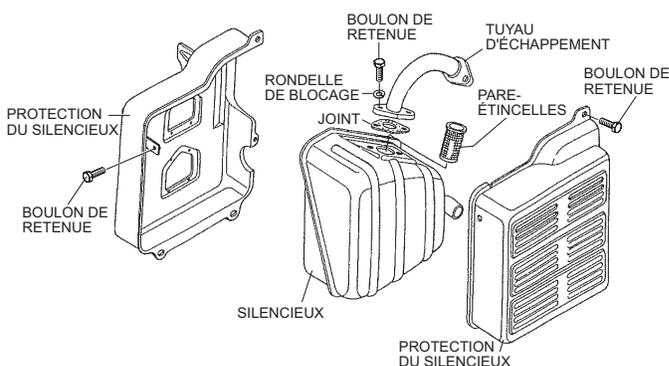

Figure 25. Démontage du pare-étincelles
1. Retirer les boulons qui retiennent la protection du silencieux (Figure 25), puis retirer la protection du silencieux.
2. Ensuite, retirer les boulons de retenue et les rondelles de blocage (2) qui fixent le tuyau d'échappement au silencieux, puis retirer le pare-étincelles.